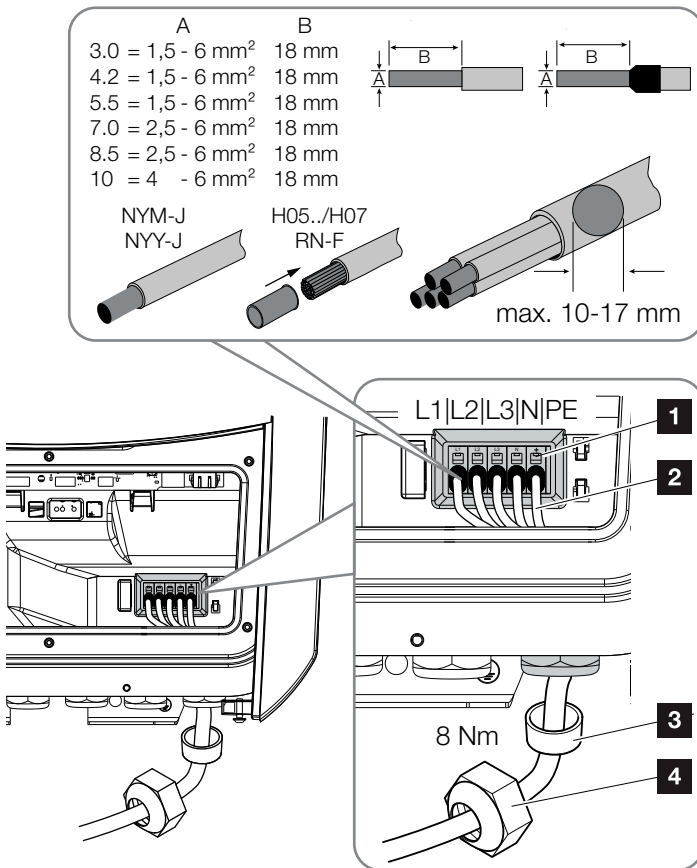

Abb. 21: Netzzuleitung am Wechselrichter anschließen
9. Die Adern der Netzzuleitung entsprechend der Beschriftung an der AC-Anschlussklemme anschließen. **!** **➤** **Abb. 21, Pos. 1**